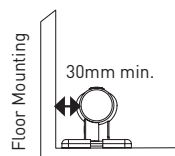

Fig.6
- Zorg voor de minimale vrije ruimte zoals getoond in [Fig. 6]. Als de kachel als vrijstaand toestel wordt gebruikt, dienen beugels over de lengte van de kachel te worden aangebracht om de kachel goed te ondersteunen en ervoor te zorgen dat hij stevig staat.